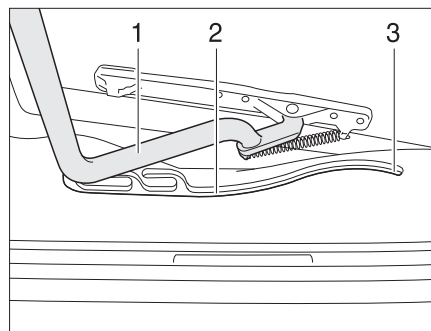

Bild 44 Heki-taklucka, spår
- Dra in bygeln (Bild 44,1) i spåren (Bild 44,2) till den bakersta positionen (Bild 44,3).
- Tryck bygeln (Bild 44,1) lätt uppåt med båda händerna.
- Drag bygeln till önskad position i spåret (Bild 44,2).